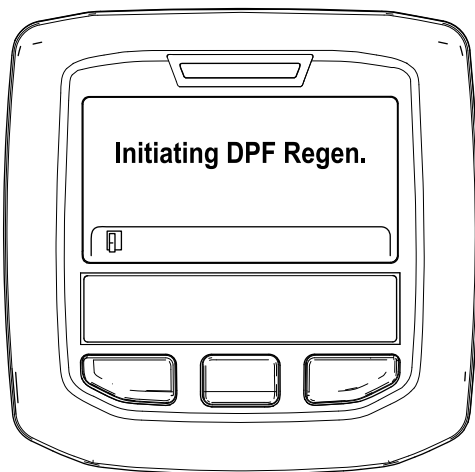

Figura 48
- A. Se muestra el mensaje “Initiating DPF Regen.” (Iniciando regeneración de DPF) (Figura 48).